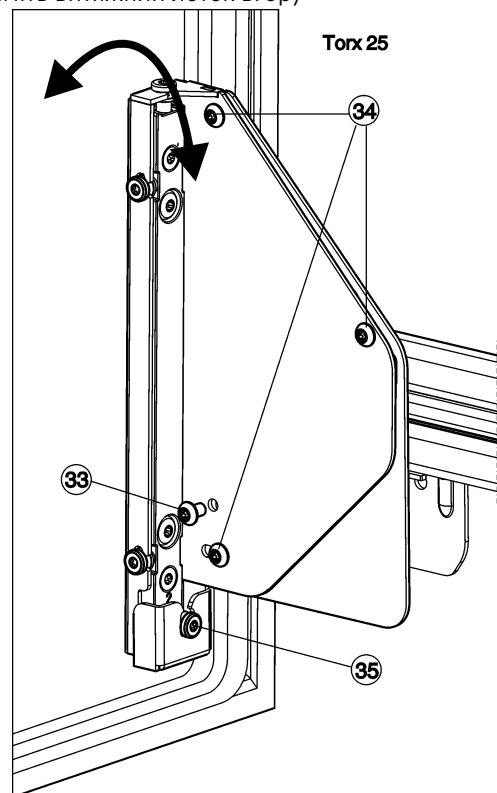

Fig. 26
- ▶ Повністю відгвинтити гвинт Fig. 26 (33).
- ▷ Утилізувати гвинт Fig. 26 (33), він більше не знадобиться.
- ▶ Відпустити гвинти Fig. 26 (34) на 1-2 оберти.
- ▶ Повернути регулювальний гвинт *Fig. 26 (35)*. За годинниковою стрілкою: дверцята вгору відхиляються від корпусу пристрою. Проти годинникової стрілки: дверцята вгору нахилиються до пристрою і вниз відхиляються від корпусу пристрою.
- ▶ Знову міцно затягніть всі гвинти *Fig. 26 (34)* після закінчення регулювання нахилу.